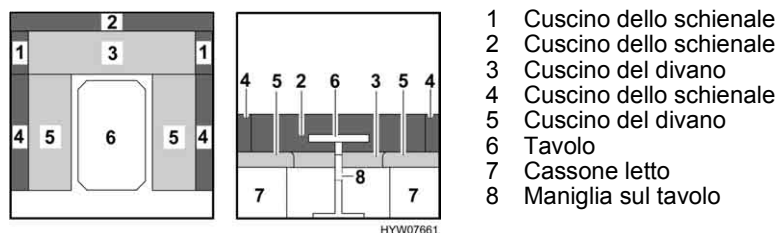

Fig. 74 Prima della trasformazione
- Collocare i cuscini dello schienale (Fig. 74,1 e Fig. 74,2) sotto il tavolo.
- Sistemare i cuscini del divano (Fig. 74,5).
- Sollevare la maniglia (Fig. 74,8) del tavolo (Fig. 74,6) verso l'alto e tirarla leggermente.